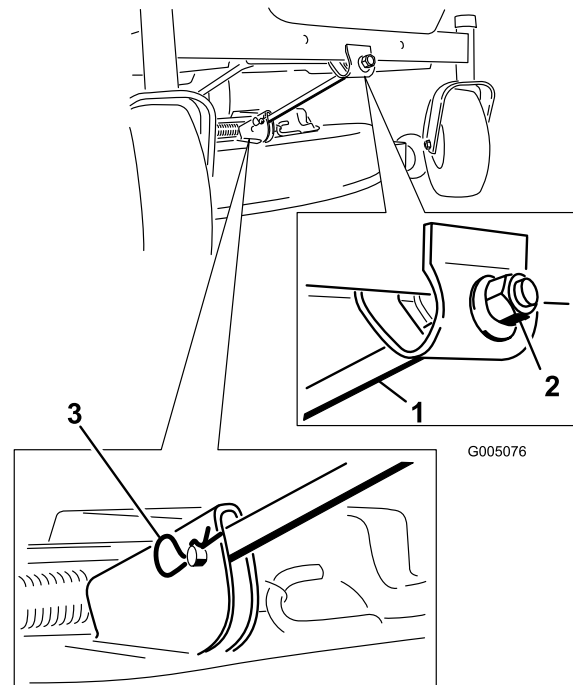

Figura 52
- Retire el pasador y la chaveta de la varilla de soporte delantera (Figura 52). Baje cuidadosamente la parte delantera de la plataforma del cortacésped al suelo.
- Conecte la varilla de soporte delantera a la plataforma del cortacésped con el pasador y la chaveta (Figura 52).